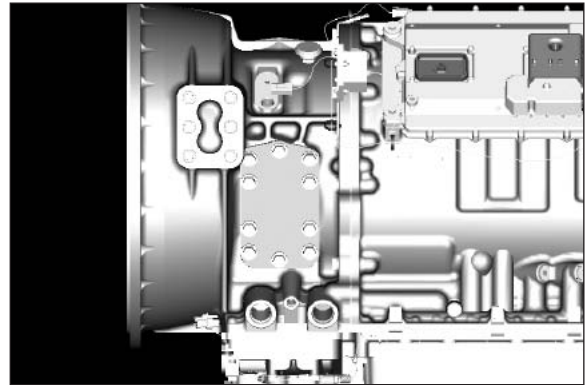

Abb. 1
1. Die Schrauben der Nebenantriebs-Seitenplatte mit einem 16-mm-Steckschlüssel entfernen und die Platte abnehmen (**Abb. 1**).